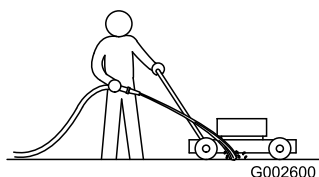

Figura 23
1. Com o motor funcionar numa superfície pavimentada lisa, deixe correr água em frente da roda traseira **direita** (Figura 23).